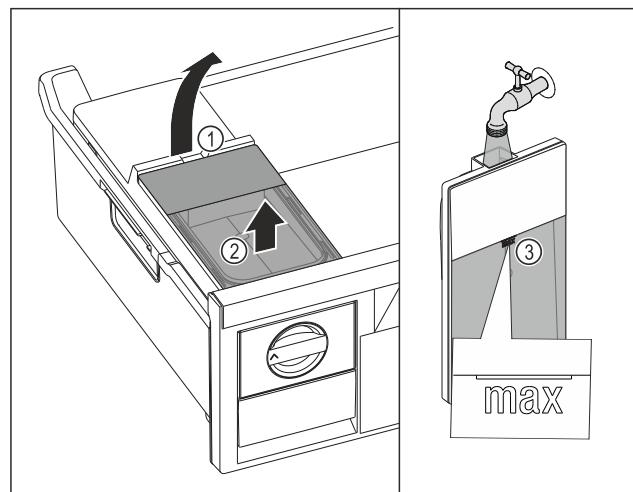

Fig. 156
- Dvignite rezervoar za vodo dvignite za izrez Fig. 156 (1).
- Rezervoar za vodo odstranite v smeri navzgor. Fig. 156 (2)
- Rezervoar za vodo napolnite s pitno vodo do oznake Fig. 156 (3).